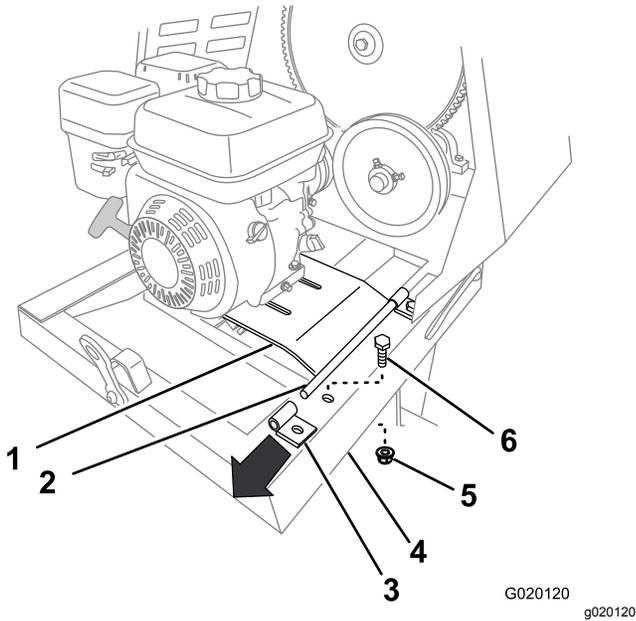

Figura 50
8. Retire el perno y la tuerca que fijan el soporte trasero de la bisagra de la chapa del motor de la máquina (Figura 50).
9. Tire hacia arriba del borde trasero de la chapa del motor y retire el soporte de la bisagra (Figura 50).
6. Sujete el soporte trasero al bastidor de la máquina usando el perno y la tuerca (Figura 50) que retiró en el paso 8 de Cómo retirar el motor \(página 37\).